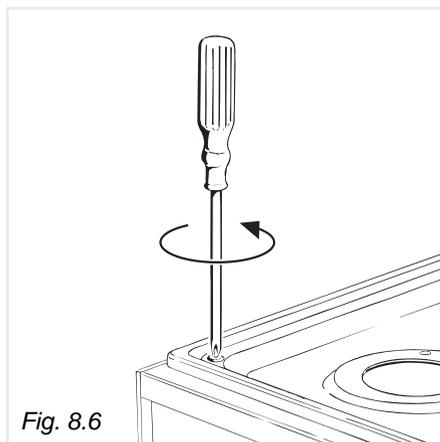

Fig. 8.6
- Sollevare il piano di lavoro dopo avere svitato le 2 viti anteriori (fig. 8.6)